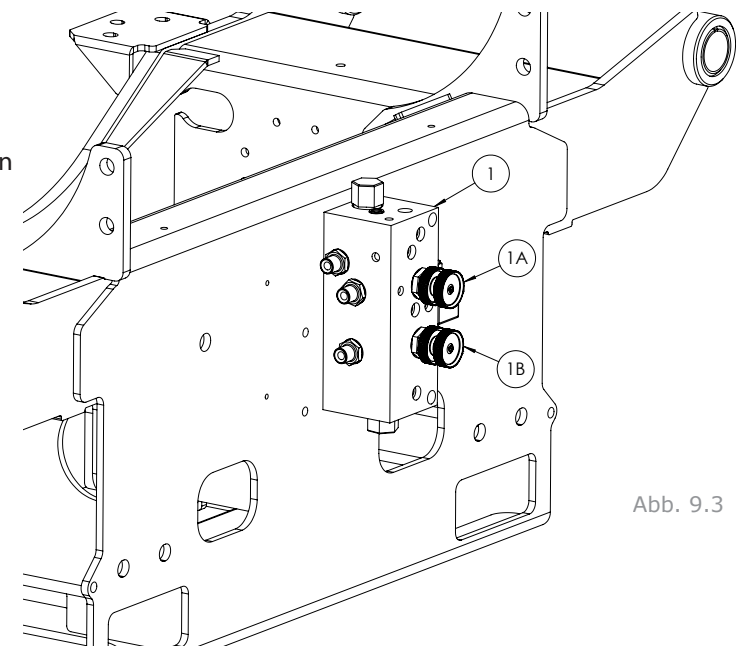

Abb. 9.3
Für die Modelle 1310 S & SM werden die Drehzahlen für den Wickelarm und die Walzen durch das Ventil (1) am hinteren Fahrgestell eingestellt. Über eine Ventileinstellung (1A) wird die Drehzahl der Walzen eingestellt (Drehung im Uhrzeigersinn verringert die Drehzahl). Die zweite Ventileinstellung (1B) steuert die Drehzahl des Wickelarms (Drehung im Uhrzeigersinn verringert die Drehzahl) (siehe Abb. 9.3)